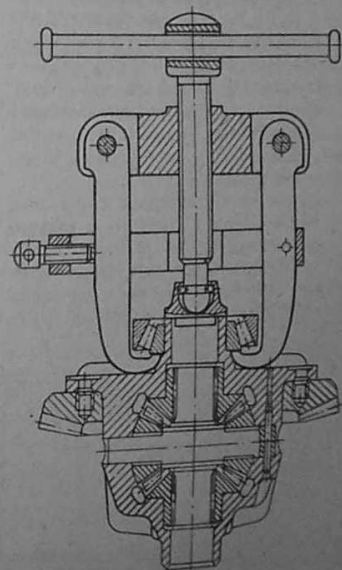

Рис. 95. Снятие подшипника дифференциала
1. Снять подшипники дифференциала с помощью съемника (рис. 95).